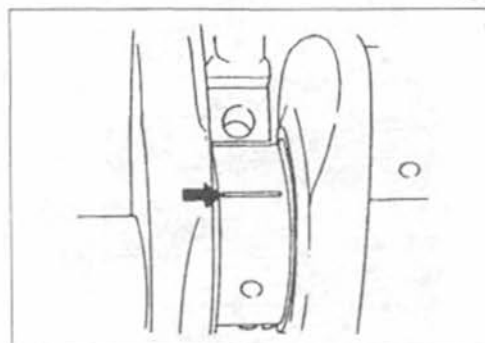

Рис. 97. Измерение рабочего зазора подшипников коленчатого вала и шатунов. Провод "Plastigage" наложить в указанном месте.
- как показано на рис. 97, на все коренные шейки главного подшипника наложить кусок пластмассового провода "Plastigage" и установить крышку главного подшипника вместе с вложенными вкладышами. Затянуть болты с предписанным моментом затяжки. Вал после этого больше не прокручивать;